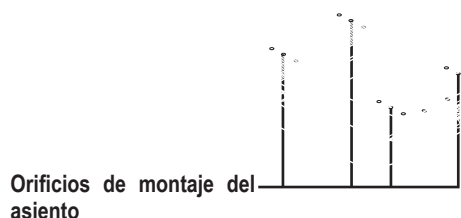

Figura 10. Ajuste de la posición del asiento
6. Vuelva a colocar las extrusiones en un conjunto diferente de orificios de montaje. Debe mover ambas extrusiones la misma cantidad de agujeros hacia adelante o hacia atrás. **Ver figura 10.**